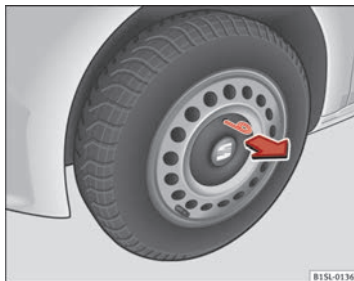

Fig. 140 Retirez l'enjoliveur de la jante en acier.
- Pour les retirer, prenez le crochet en fil de fer fourni avec l'outillage de bord et accrochez-le fil au bord de l'enjoliveur ⇒ fig. 140.